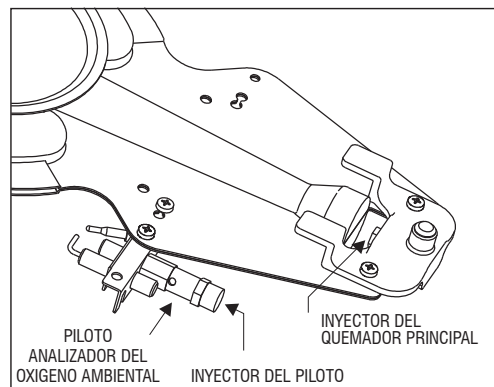

Fig. 5
3. Desconecte del termostato las conexiones del piloto, de la termocupla y del quemador principal y retire el conjunto quemador-Piloto Analizador de Oxígeno. El quemador tiene en su cara inferior un perno ranurado alojado en una llave (Fig. 5). Para retirar el conjunto, extráigalo unos 10 milímetros hacia Ud., y luego haga que la parte más alejada se desplace unos milímetros hacia la derecha. Esta operación liberará la sujeción y permitirá extraerlo fácilmente.
7. Vuelva a conectar la conexión del piloto, recolóque el conjunto quemador-piloto en el termotanque cuidando embocar en la llave (Fig. 5) y reconéctelo al termostato.